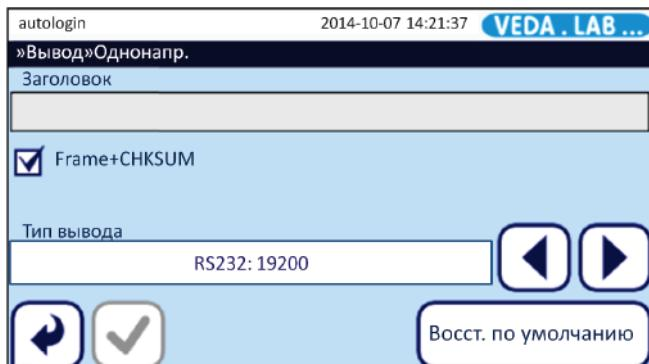

Рис. 49: Меню Передача>UTF8 (Output>UTF8)
**3** В меню **Передача>UTF8 (Output >UTF8)** (см. Рис. 49) коснитесь текстового поля **Заголовок (Header)** для ввода текста заголовка передаваемых данных.